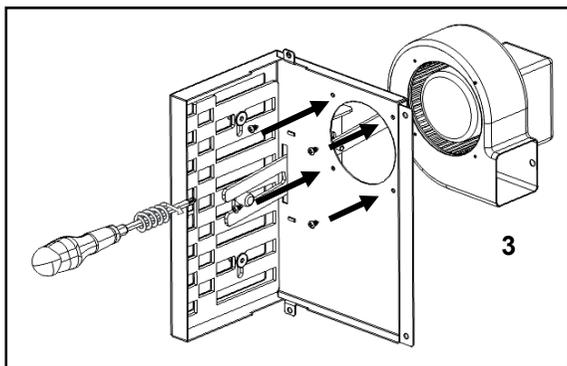

Figure 50 - Support de fixation du ventilateur
e) Serrer l'ensemble de la Figure 50 sur la face supérieure de la chambre de combustion en utilisant 4 vis (A) dans les trous préparés (2).